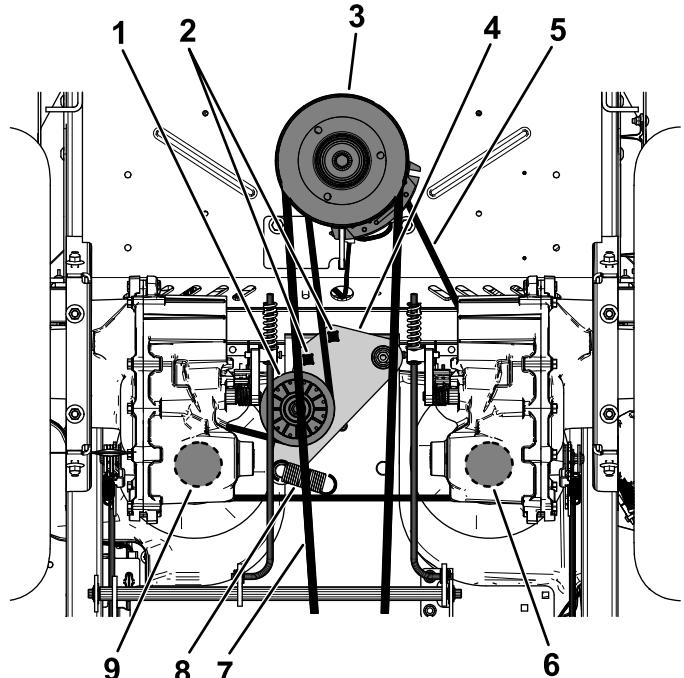

Figure 74
5. Insérez un rochet de  $\frac{1}{2}$  pouce ou une poignée articulée dans les trous carrés du bras de la poulie de tension pour détendre le ressort de la poulie de tension (Figure 74).
6. Retirez la courroie existante de la poulie de tension, des 2 poulies d'entraînement de pompe hydraulique et de la poulie du moteur (Figure 74).
7. Chaussez la courroie neuve sur la poulie de tension, la poulie du moteur et les 2 poulies de la pompe hydraulique (Figure 74).